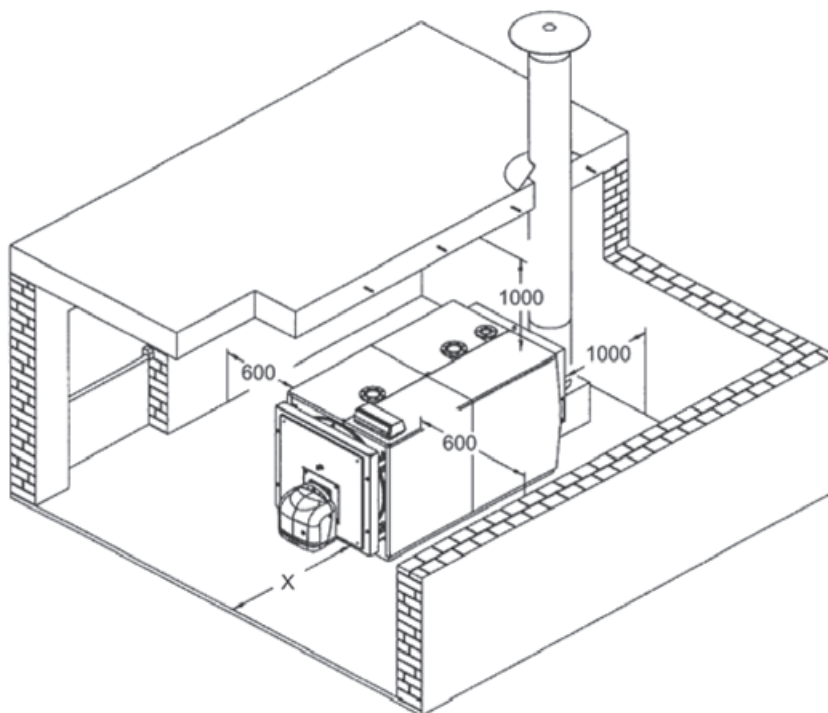

fig. 7
5.3 Local d'installation (Fig. 7)